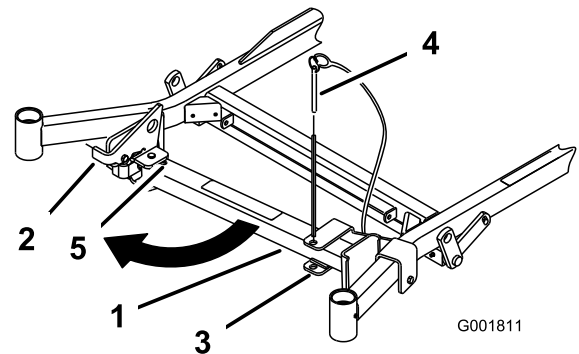
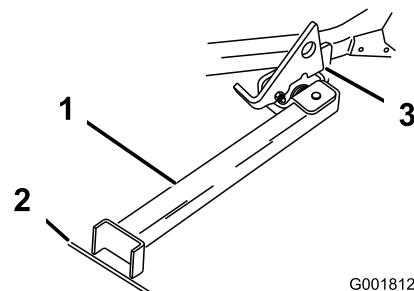

Figura 42
Figura 43
2. Retire o pino do suporte (Figura 42).
4. Rode o pé do apoio e deslize-o em direção à máquina, no fundo da ranhura (Figura 42 e Figura 43).
5. Coloque o pé do apoio no terreno e pouse o trinco na patilha rotativa (Figura 43).
- Nota:** Para obter melhores resultados, coloque o pé do apoio nos passeios ou na relva (Figura 43).
7. Conduza a máquina para o apoio. Pare quando o trinco passar pela patilha para posição bloqueada (Figura 43).
5. Coloque novamente o apoio na posição de descanso (Figura 42).